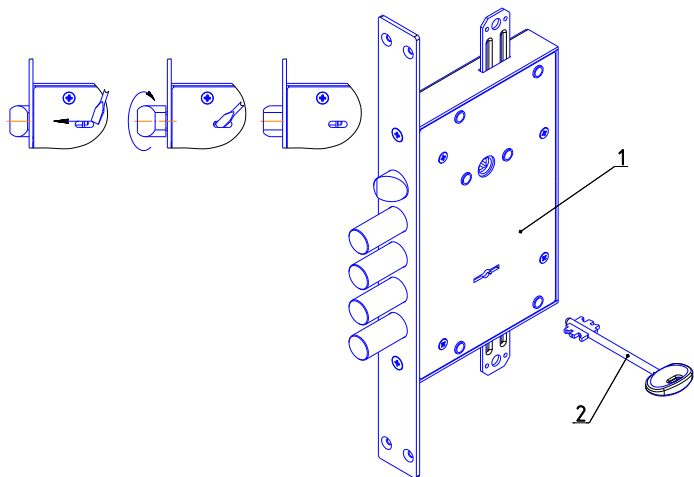

Рис.1
Комплектность замка приведена в таблице и показана на рис. 1.
- 4.1. Внешний вид и установочные размеры замка показаны на рис.1, 2.
5.2. Установить при необходимости защелку в соответствующее положение для правой или левой двери путем ее выдвижения из корпуса отверткой через паз в крышке замка и разворота на 180° вокруг своей оси (см. рис.1).